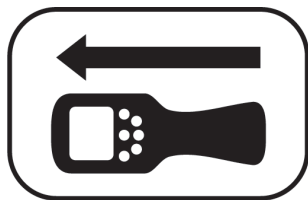

Fig. 31: Autocollant sur la sonde à gradients de tension
Un autocollant sur la sonde à gradients de tension indique l'orientation nécessaire de la sonde à gradients de tension et du récepteur pendant la localisation (fig. 31).
– Alignez correctement la sonde à gradients de tension et le récepteur à l'aide de l'autocollant (fig. 31).
– Veillez toujours au bon alignement de la sonde à gradients de tension et du récepteur comme indiqué sur l'autocollant (fig. 31).